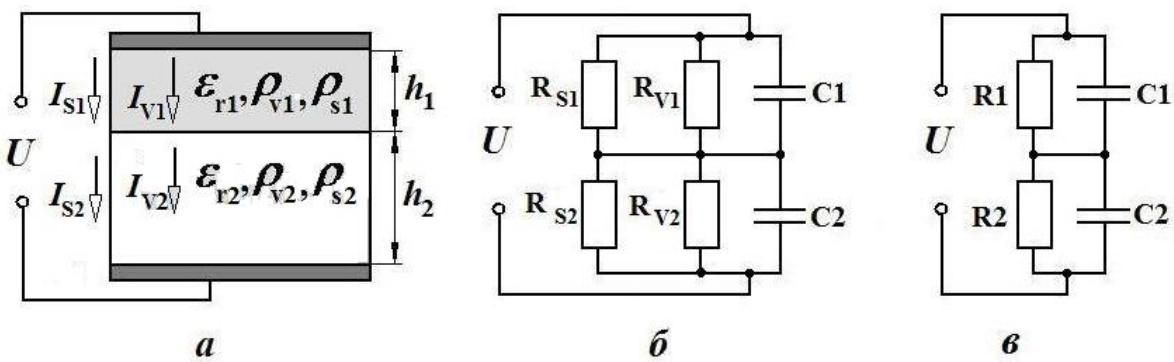

Рис. 1. Двухслойный диэлектрик
Изоляционная конструкция высокого напряжения состоит из двух слоев различных изоляционных материалов (рис. 1, а). Материал первого слоя имеет относительную диэлектрическую проницаемость  $\epsilon_{r1}$ , удельное объемное сопротивление  $\rho_{v1}$ , удельное поверхностное сопротивление  $\rho_{s1}$ , тангенс угла диэлектрических потерь  $\operatorname{tg}\delta_1$  и толщину  $h_1$ . Материал второго слоя имеет соответственно параметры  $\epsilon_{r2}$ ,  $\rho_{v2}$ ,  $\rho_{s2}$ ,  $\operatorname{tg}\delta_2$ ,  $h_2$ . Изоляционная конструкция находится между двумя электродами прямоугольной формы длиной  $a$  и шириной  $b$ . К электродам прикладывается постоянное напряжение  $U$ . Исходные данные приведены в табл. 2 и табл. 3.
1. Определить параметры  $R1, R2, C1, C2$  схемы замещения, показанной на рис. 1, *в*.
У твердых изоляционных материалов ток утечки проходит внутри объема диэлектрика и по его поверхности (рис.1, а). В связи с этим различают объемные  $I_V$  и поверхностные  $I_S$  токи утечки (рис.1, а), причем  $I = I_V + I_S$ . Соответственно различают объемную и поверхностную проводимость и объемное и поверхностное сопротивления. Объемное сопротивление  $R_V$  для диэлектрика, показанного на рис.1, а рассчитывают по формуле: